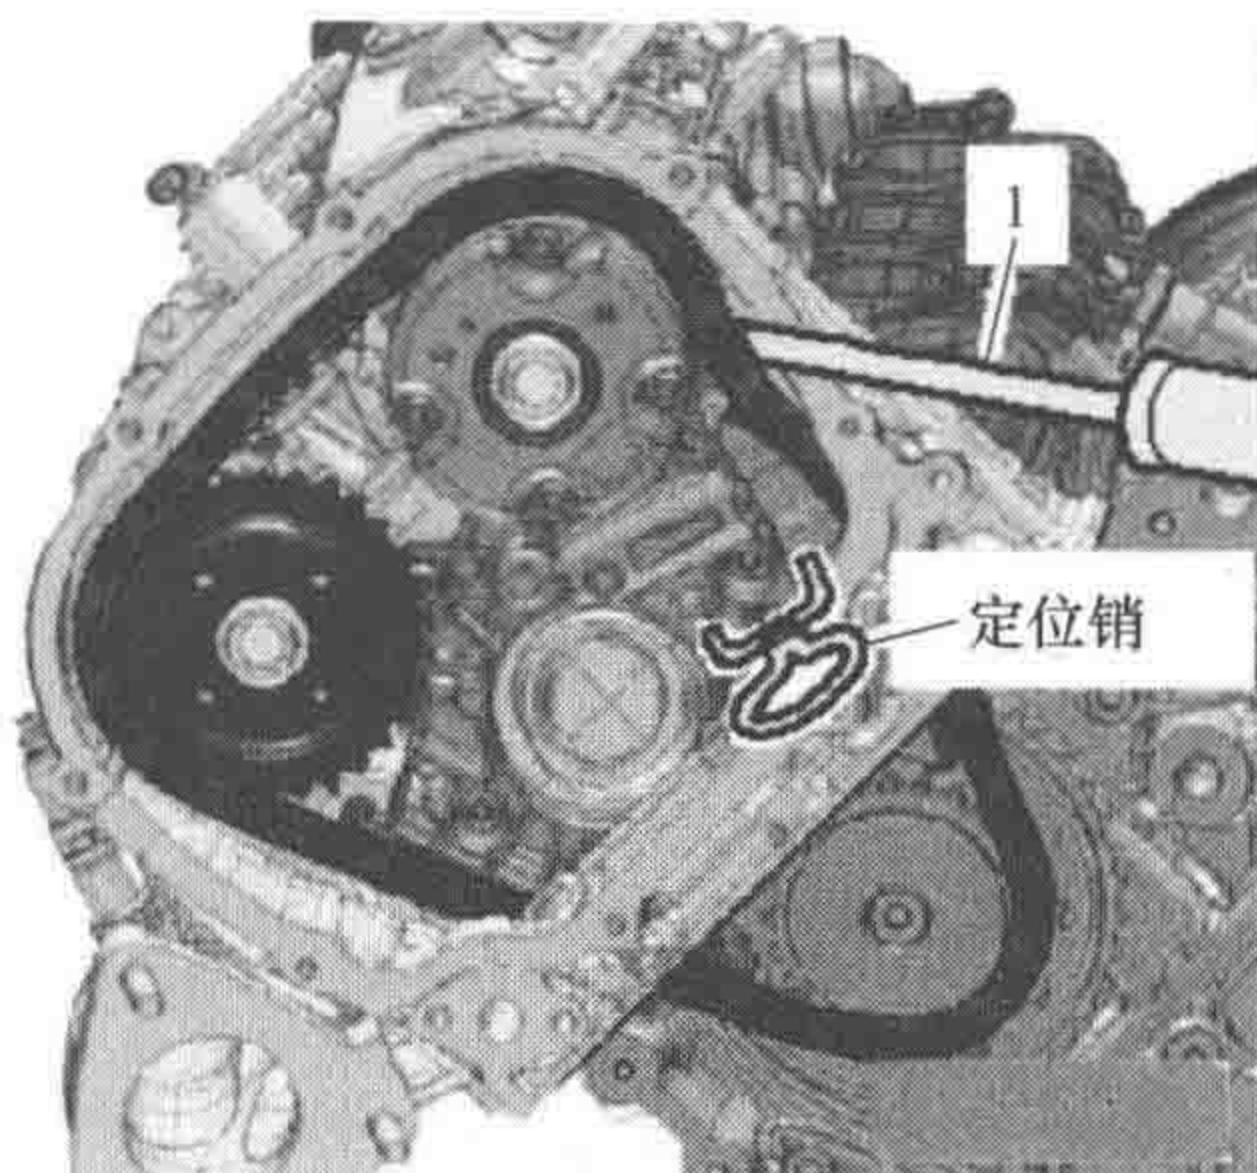

图 1-1-15
(7) 如图 1-1-15 所示, 用一把螺钉旋具 1 向内按压左侧 (或右侧) 凸轮轴正时链条张紧器的滑轨到极限位置, 用定位销卡住链条张紧器。
(8) 固定住相关凸轮轴调节器, 然后松开调节器安装螺栓。
(9) 固定住相关凸轮轴链轮, 然后松开凸轮轴链轮安装螺栓。
(10) 用记号笔标记凸轮轴调节器和凸轮轴链轮的安装位置, 以便重新安装。